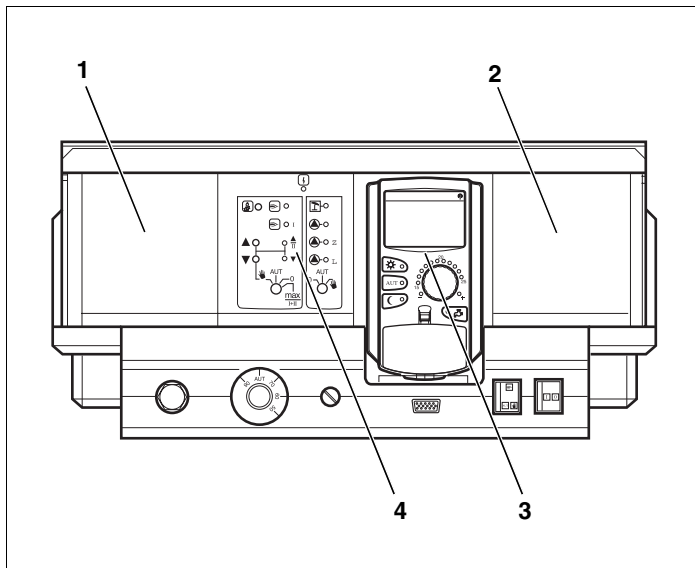

Fig. 13 Disposizione degli alloggiamenti
In linea di principio, è possibile scegliere a piacimento la posizione di montaggio dei moduli. Fanno eccezione i moduli FM 445 e FM 446, che possono essere montati solo nell'alloggiamento 2 (fig. 13, **pos. 2**) dell'apparecchio di regolazione.
L'alloggiamento A (fig. 13, **pos. 4**) è occupato in modo fisso dal modulo centrale ZM 422, e l'alloggiamento B (fig. 13, **pos. 3**) dal modulo di controllo CM 431 e dall'unità di servizio MEC 2.